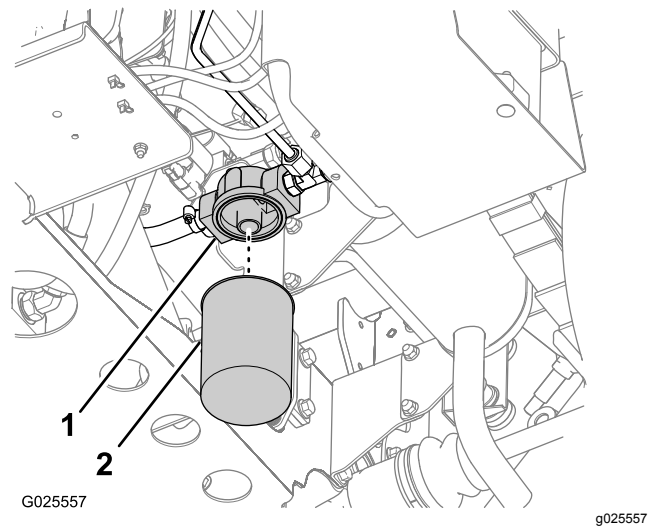

Bild 81
2. Reinigen Sie den Bereich um die Filterkontaktfläche (Bild 81).
3. Stellen Sie eine Auffangwanne unter den Filter (Bild 81).
4. Drehen Sie den Filter nach links, um ihn zu entfernen (Bild 81).
5. Reinigen Sie die Filterkontaktfläche des Filteradapters (Bild 81).
7. Schrauben Sie den Filter auf den Filteradapter, bis die Dichtung die Kontaktfläche des Adapters (Bild 81) berührt; ziehen Sie den Filter dann um eine weitere 1/2 bis Umdrehung an (Bild 81).